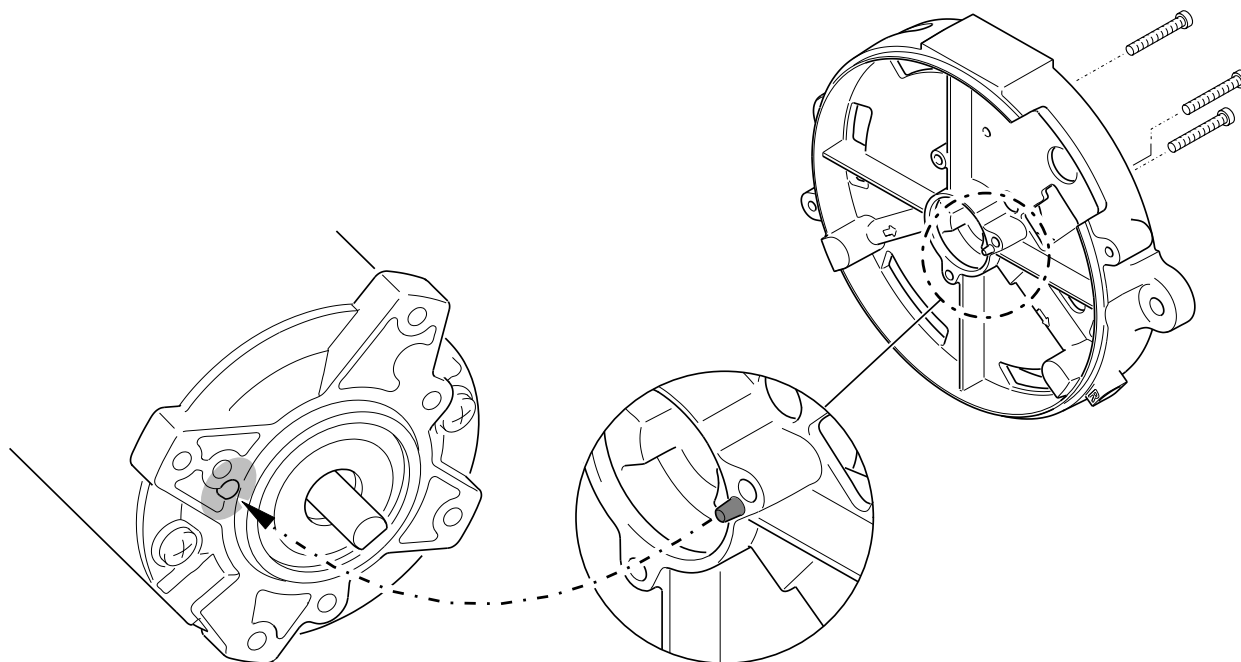

Рис. 803 Позиционирование мотора горелки
3. Полумуфта на валу должна точно войти в полумуфту топливного насоса. При позиционировании двигателя штифт на корпусе топливного насоса должен войти в предусмотренное для этого гнездо во фланце двигателя, (см. Рис. 803).